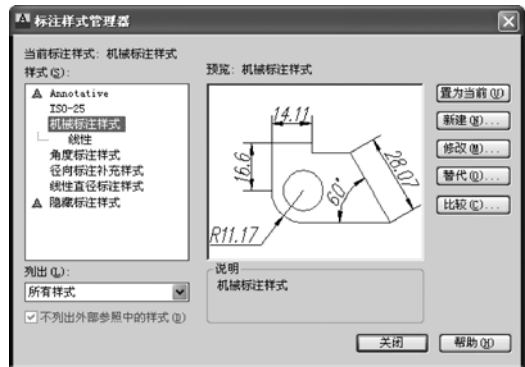

图 1-35 创建隐藏标注样式
2. 单击“确定”按钮，返回到“标注样式管理器”对话框，将“样式替代”重新命名为“隐藏标注样式”，该样式和原有的尺寸样式并列显示在样式列表框中，如图 1-35 所示。